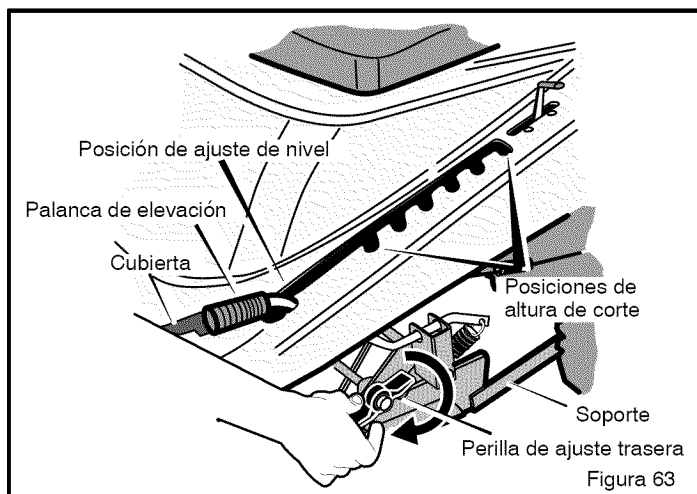

Figura 63
4. Abra la **cubierta** (Figura 63).
5. Ponga la **palanca de elevación** en la posición de AJUSTE DE NIVEL (Figura 63).